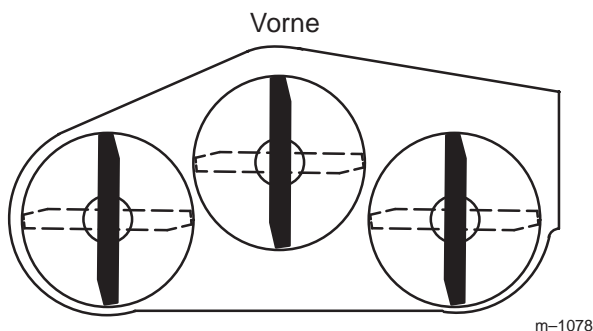
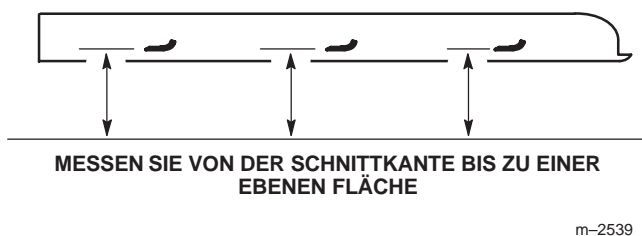

Bild 30
Bild 31
2. Drehen Sie die Schnittmesser, bis die Enden nach vorne und hinten gerichtet sind (Bild 30). Messen Sie von einer ebenen Oberfläche bis zur Schnittkante der Messer (Bild 31). Zeichnen Sie dieses Maß auf.